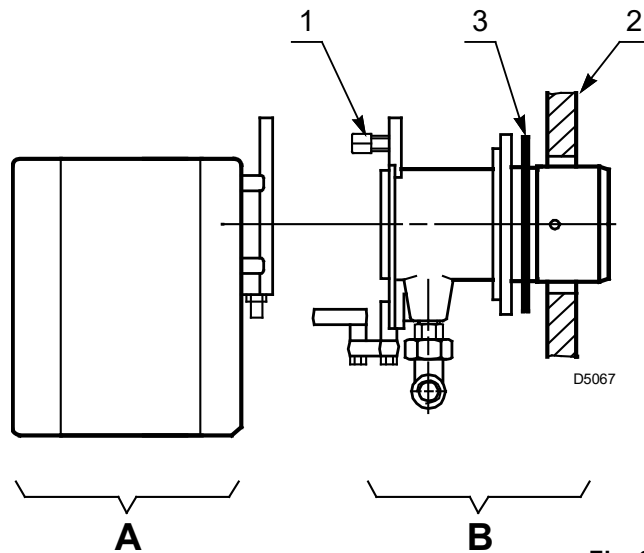

Fig. 9
- Separare la testa di combustione dal resto del bruciatore togliendo il dado 1) e sfilando il gruppo A)(Fig. 9).
- Fissare il gruppo B)(Fig. 9) alla piastra 2) della caldaia interponendo lo schermo isolante 3) fornito a corredo.